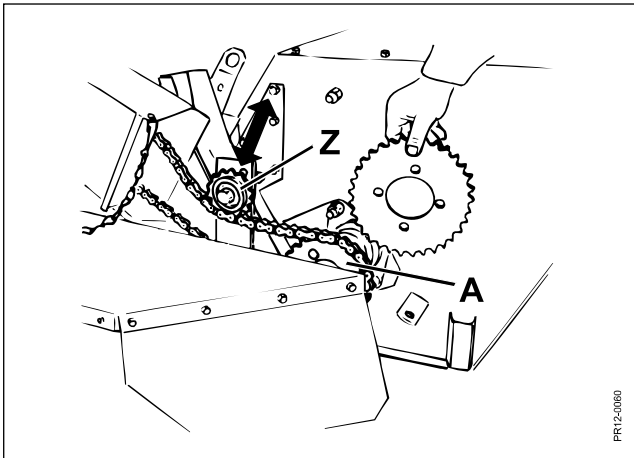

Fig. 3-15
**Fig. 3-15** Ønsker De at reducere hastigheden på rotoren, skal de udskifte 27 tands kædehjulet som sidder på rotorakslen, med 33 tands kædehjulet fra den medleverede reservedelspakke. Dette gøres på følgende vis: